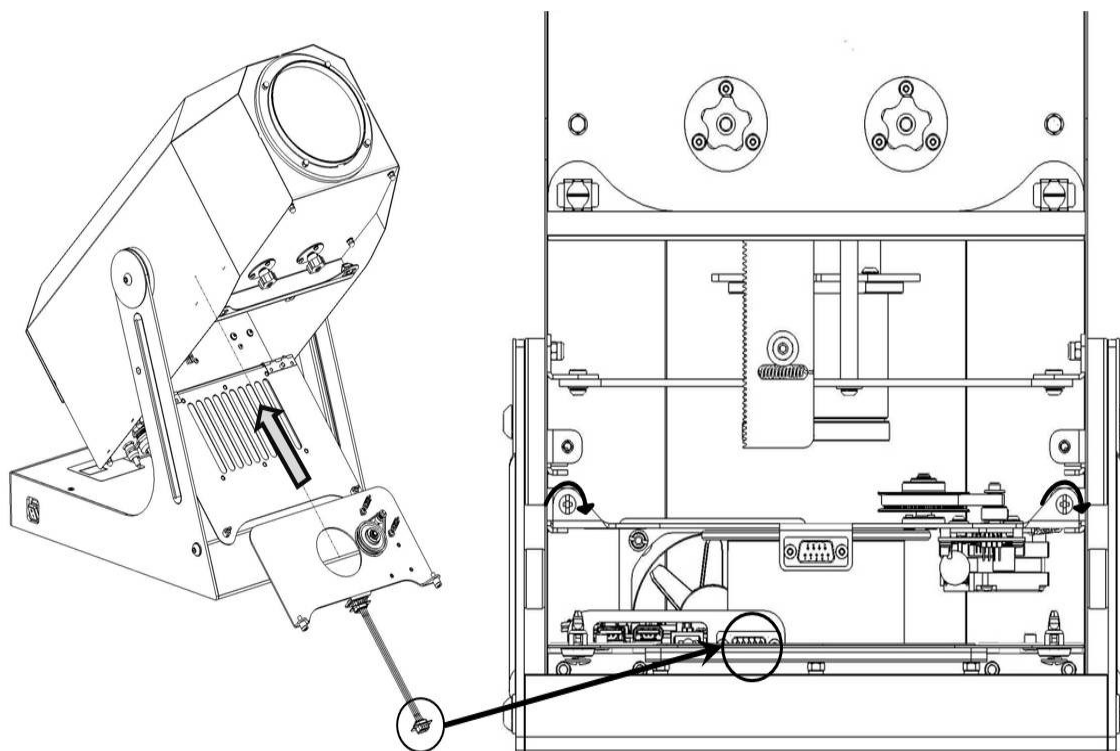

Fig. 11
2. Inserire il componente 1 nel proiettore come in Fig.11
3. Serrare le viti di fissaggio del componente 1 (Fig.11).
4. Collegare lo spinotto (Fig.11)